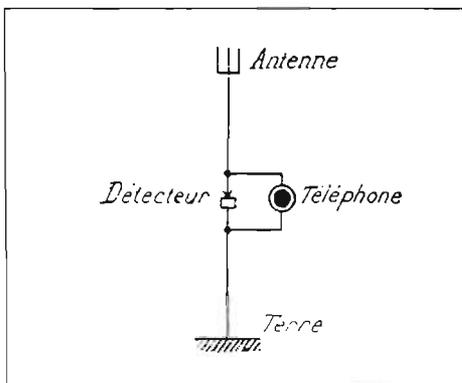

Fig. 1
Les premiers amateurs de TSF voyaient les choses de façon fort simple. Les récepteurs ou appareils réceptionnaires(1) étaient réduits à leur plus simple expression : un détecteur et un écouteur téléphonique étaient connectés à une antenne et à une terre selon le schéma de la figure 1. Ce dispositif ne comportait aucun réglage d'accord, les composants étaient peu nombreux (deux), et ça fonctionnait. Malheureusement ce dispositif était très amorti et n'était utilisable qu'à proximité de l'émetteur ce qui en limitait singulièrement l'usage.